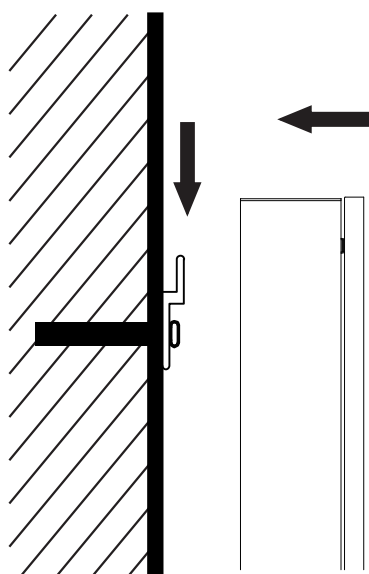

Fig. 5
- 2.2 Monte el armario con espejo en la barra (Fig.5).